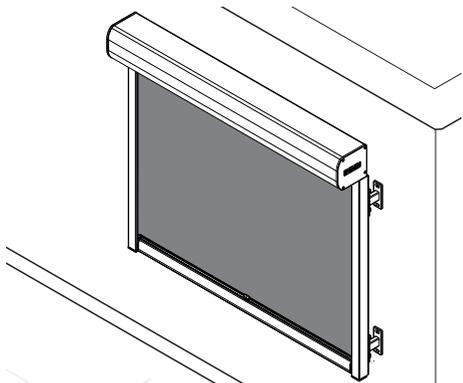

Fig. 17 : Nettoyer les parties en tissu
4. Brosser ou passer l'aspirateur sur les glissières (Fig. 17/1).